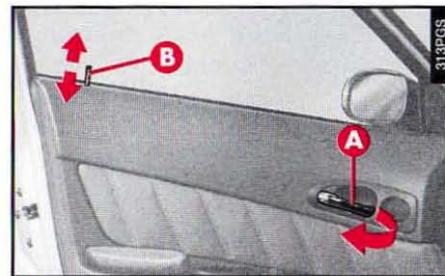

fig. 21
— **De l'intérieur:** les portes fermées, appuyer sur l'un des pommeaux (B-fig. 21) placés sur les portes avant pour enclencher (bloquer) le verrouillage centralisé.
— De l'intérieur, tirer la poignée (A-fig. 21) indépendamment de la position du pommeau (B).